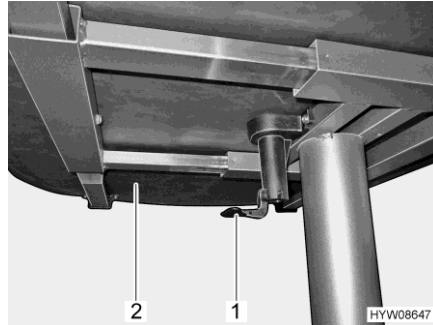

Bild 87 Hebel für Verschieben der Tischplatte
- Den Hebel (Bild 87,1) nach unten ziehen oder drücken.
- Tischplatte (Bild 87,2) in die gewünschte Position schieben.